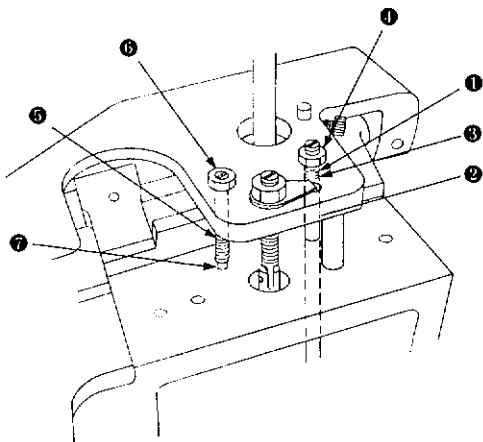

Fig. 15
21. Adjusting Skip Stitch (Fig. 15)